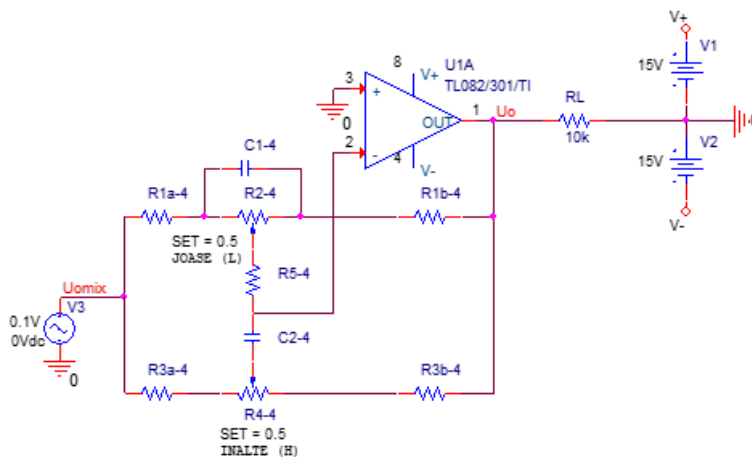

Fig. 6.2. Schema utilizată în simularea Spice a corectorului de ton
Circuitul utilizat în simulare este reprezentat în fig. 6.2:
- La intrarea circuitului din fig. 6.2 se aplică semnal de la o sursă de c.a. (VAC, amplitudinea 0.1V) și se efectuează o analiză de c.a. (AC Sweep/Noise: Start Frequency=1, End Frequency=1Meg, Points/Decade=11).